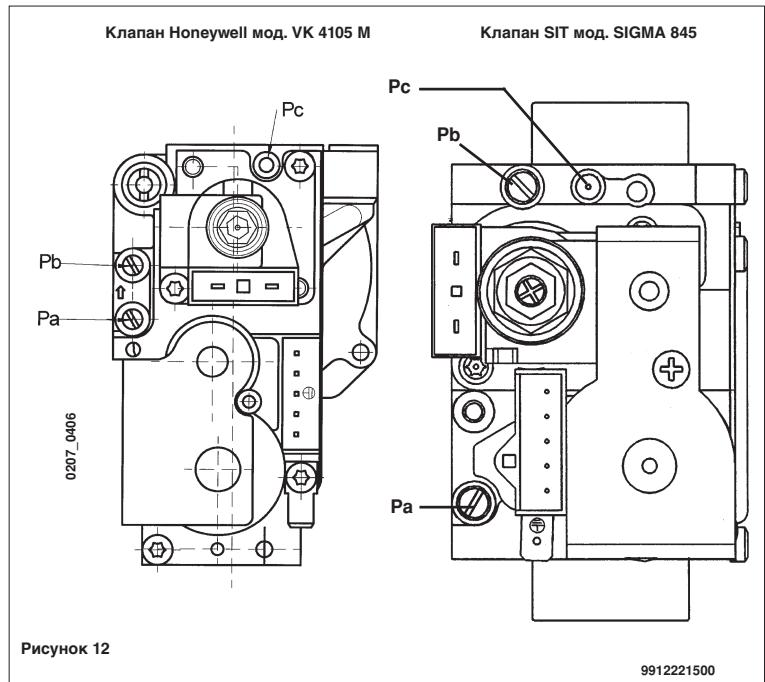

Рисунок 12
Порядок настройки регулятора давления слегка отличается в зависимости от типа используемого газового клапана (HONEYWELL или SIT, см. рис. 12).
- Присоединить линию положительного давления дифференциального манометра, желательно водяного типа, к точке отбора давления (Pb) газового клапана (см. рис. 12). Если котел имеет герметичную камеру, присоединить к линии отрицательного давления того же дифманометра подходящий тройник, позволяющий соединить между собой уравнительную линию котла, уравнительную линию газового клапана (Pc) и сам манометр. (Чтобы произвести этот замер, можно также подключить манометр к точке отбора давления (Pb) и снять переднюю панель герметичной камеры.)
- Удостовериться, что динамическое давление подачи газа на котел, замеренное в точке отбора давления (Pa) газового клапана (см. рис. 12), равняется требуемому значению (30 мбар для бутана, 37 мбар для пропана, 20 мбар для природного газа).